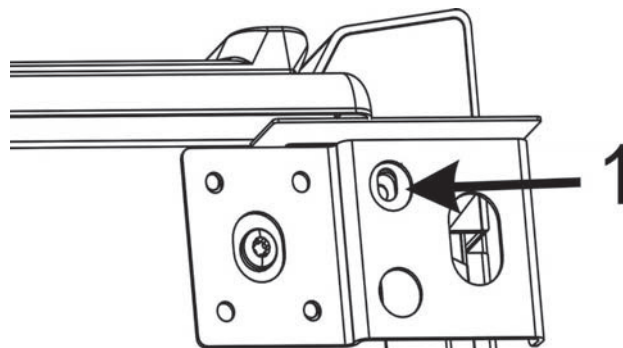

Figure 4 : Mise en place du cache-coin latéral droit, deuxième étape
6. Faites pivoter le cache-coin de manière à qu'il soit à plat et que le trou arrondi du cache-coin soit aligné avec le trou 1 (voir Figure 4 : Mise en place du cache-coin latéral droit, deuxième étape).